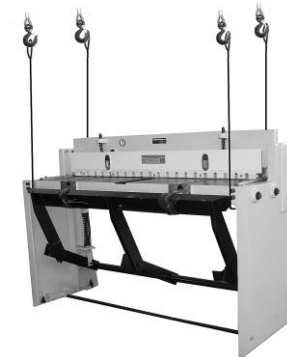

Рис. 4
7.1.2. Если планируется работа с металлическими листами большого размера, необходимо увеличить опорную поверхность рабочего стола (6). Для чего, как показано на Рис. 4, в торце рабочего стола (6) установите и закрепите два удлинителя стола (3).